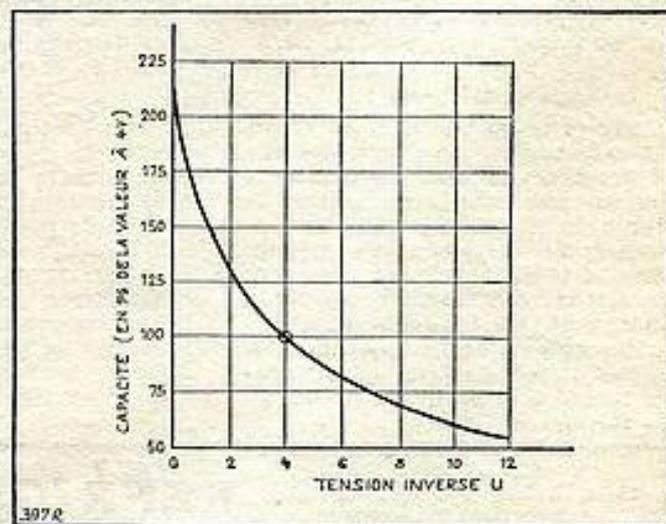

Fig. 3. — La capacité d'un varicap varie approximativement comme l'inverse de la racine carrée de la tension U .
La courbe de la figure 3 représente ce phénomène : lorsque la tension U augmente, la capacité C diminue et inversement. La capacité est indiquée en % de la valeur nominale, pour $U = 4$ V; ainsi la même courbe est utilisable pour les différents types. Ceux-ci s'échelonnent de $C = 7$ pF à 100 pF pour $U = 4$ V, ce qui permet de couvrir de 3 à 18 pF pour le premier type et de 57 à 260 pF pour le dernier type.
Fig. 3. — Toutes ces pièces sont fixées et câblées par le fabricant, sur la plaquette P 17. La résistance connectée à l'émetteur est ajustée par le fabricant, de manière que le courant collecteur soit de 500 μ A (intensité optimale pour le fonctionnement dans les meilleures conditions du SFT 317, en changeur de fréquence). Toutes les connexions sont en circuits imprimés, mais elles sont représentées schématiquement, pour plus de clarté.
- 1 plaquette « Omega », référence fabricant P.17, spéciale pour bloc GC4S du même fabricant (fig. 3).